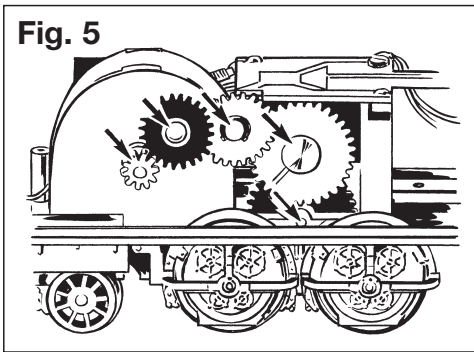

Fig. 5
**Ölen:** Geölt werden Motor und Getriebe nur an den mit Pfeilen (→) gekennzeichneten Lagerstellen (Fig. 5 und 6). Nur **FLEISCHMANN-ÖL 6599** verwenden. Ein kleiner Tropfen pro Schmierstelle genügt, sonst Überölung. Zur Dosierung die in der Verschlusskappe der Ölfflasche angebrachte Nadel verwenden.
**Oiling the loco:** The motor and gears should only be lubricated in the places indicated with an arrow (→) (Fig. 5 and 6). Only use **FLEISCHMANN oil 6599**. One tiny drop in each place is sufficient, otherwise it will be overoiled. The applicator needle in the bottle cap can be used to lubricate each place.
**Graissage :** Graisser le moteur et les engrenages uniquement au niveau des paliers (Fig. 5 et 6) indiqués par des flèches (→). Utiliser exclusivement l'huile **FLEISCHMANN 6599**. Une petite goutte par point de graissage suffit (ne pas graisser par excès). Pour doser, utiliser l'aiguille logée dans le bouchon du flacon d'huile.